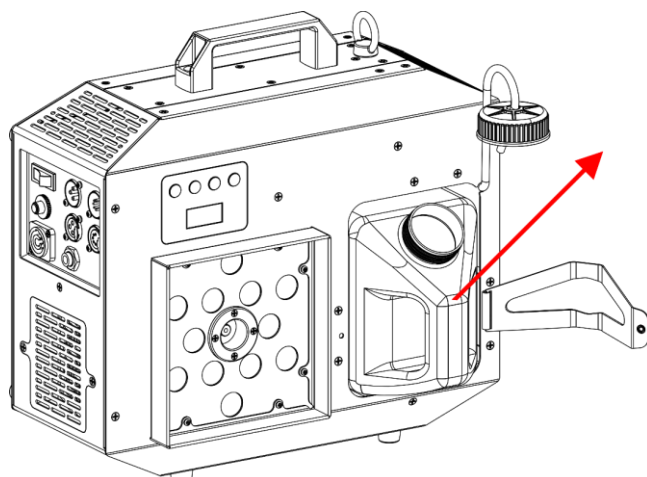

Abb. 09
- 04) Nehmen Sie den **Flüssigkeitstank (02)** heraus, wie in Abb. 09 gezeigt.